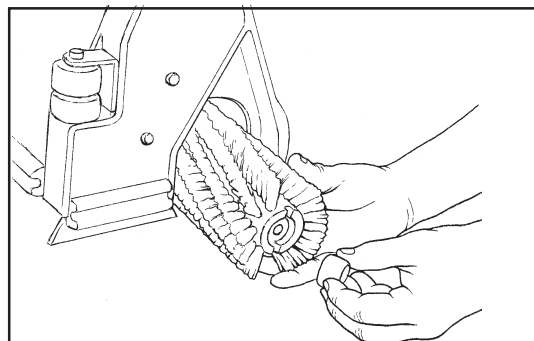

Figura 24
6. Retire el espaciador del cepillo y el cepillo deslizándolos fuera del eje del cepillo (figura 24).